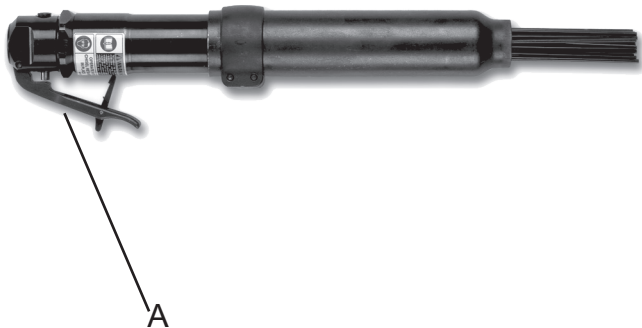

Fig. 2
1. Technical Data (see Fig 2.)
1. Datos técnicos (ver Fig. 2).
1. Données techniques (voir Fig. 2.)